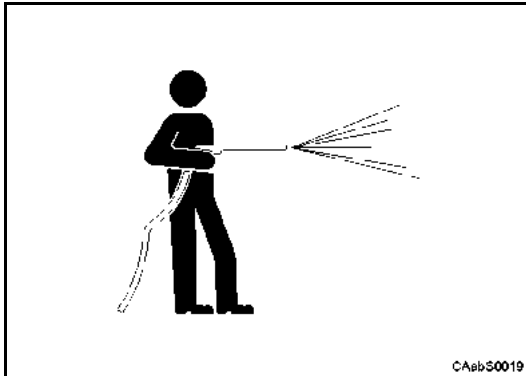

Fig. 5
- 2 Pulire con cura l'ambiente di lavoro e la macchina su cui si opera sia prima che durante la manutenzione (Fig. 5).
- 2 Clean carefully the working environment and the machine before carry out the maintenance operations (Fig. 5).